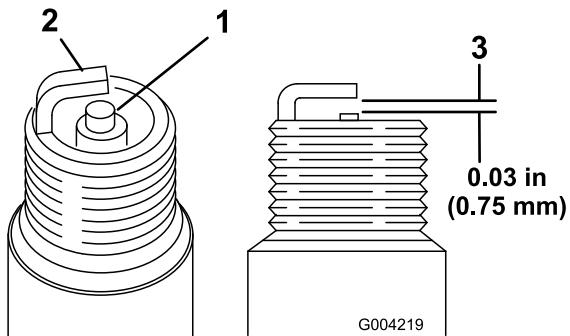

Figura 34
1. Mire la parte central de ambas bujías (Figura 34). Si se observa un color gris o marrón claro en el aislante, el motor está funcionando correctamente. Si el aislante aparece de color negro, significa que el limpiador de aire está sucio.
2. Compruebe la separación entre los electrodos central y lateral (Figura 34).
3. Si la distancia no es correcta, doble el electrodo lateral (Figura 34).